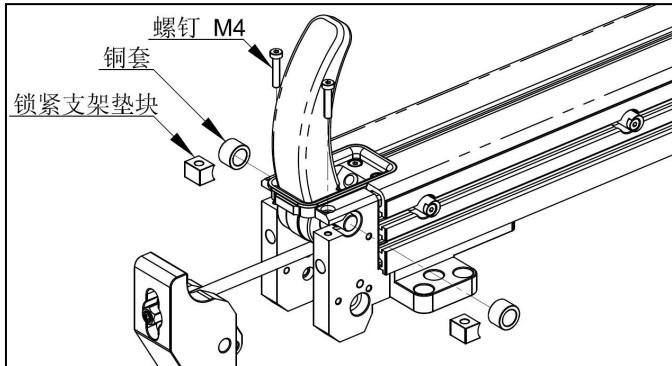

图 9-6
(6) 如图 9-6, 拆下 2 个 M4 螺钉、2 个锁紧支架垫块、2 个铜套。